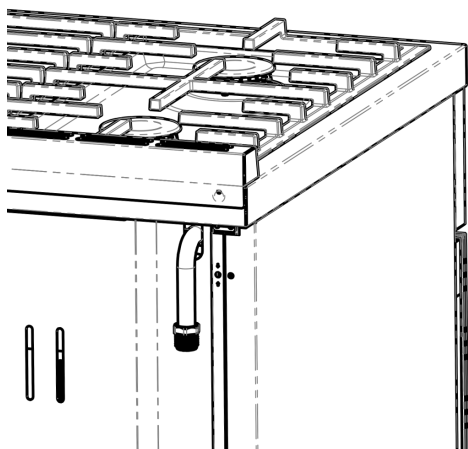

Fig. 2.2
1. Se non già installato, montare il connettore del tubo flessibile del gas metano sull'estremità del tubo di gas dell'apparecchio inserendo correttamente la guarnizione (vedi fig. 2.2).
1. Se non è già installato, montare il connettore del tubo flessibile butano/propano all'estremità del tubo del gas dell'apparecchio inserendo la guarnizione di tenuta (come indicato in fig. 2.2). **Importante! Il raccordo per tubo di gas butano/propano è costituito da un raccordo a gas metano con una riduzione per il fissaggio del gas butano/propano nel pezzo finale (interponendo la guarnizione corretta).**